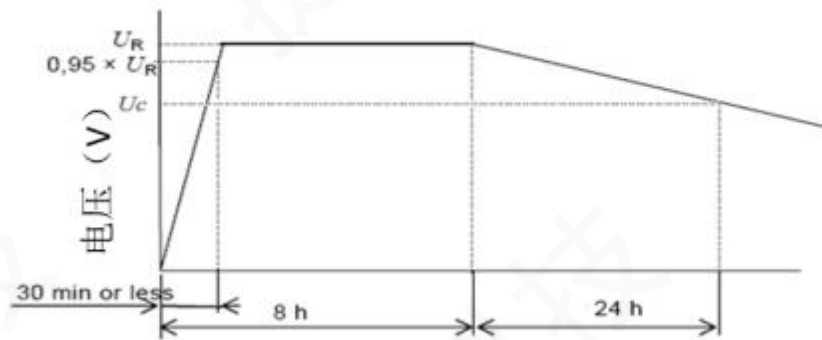

图5 自放电测试曲线图
- 在恒压充电 8h 结束后， 将电容器两端从电压源断开， 置于标准条件下 24h 后， 测量电容器两端的残留电压  $U_c$ ， 如图 5 所示。